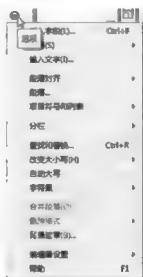

图 5-20
(9) ⊕ (选项)按钮: 主要作用是为用户提供各种选项列表。单击“选项”按钮⊕, 弹出如图 5-20 所示的下拉列表。用户可以根据实际要求选择再下一级子菜单中的相关命令对所选文本进行操作。